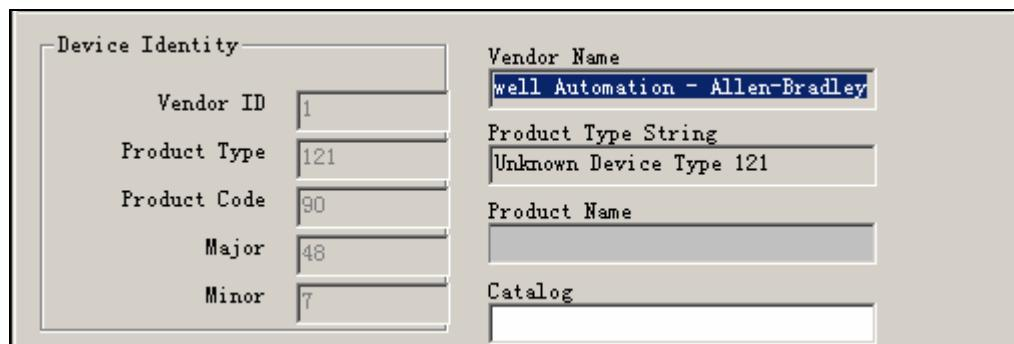

图 3-36 EDS 文件注册向导
16. 按照提示完成 EDS 文件的创建，可以输入产品序列号或留空，如图 3-36 所示。